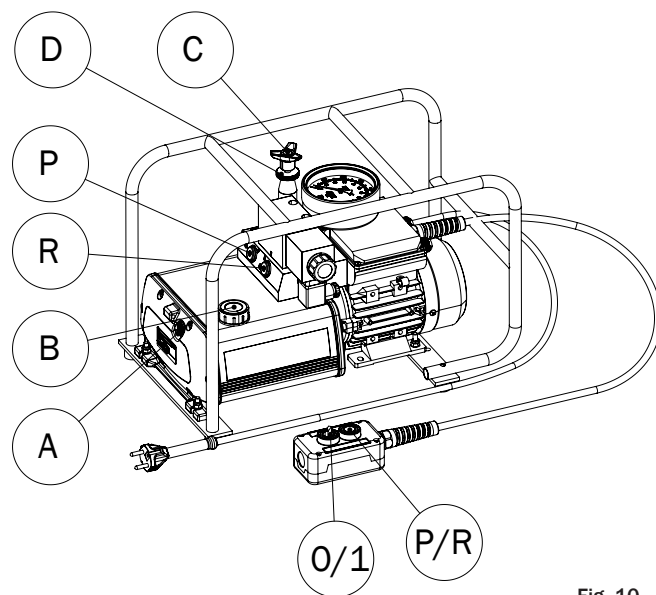

Fig. 10
Pumpens oljepåfyllningsplugg har inbyggd luftventilering för att motverka över- och undertryck i oljetanken (fig. 10 pos. B)
Siktglas för enkel kontroll av max. oljenivå (fig. 10 pos. A)
Anslut hydraulslangar med G 1/4" koppling i pumpens bägge tryckutgångar (fig. 10, pos. P och R) eller använd REHOBOT snabbkopplingar.
- Skruva bort oljepåfyllningspluggen (Fig. 10 pos.B).
- Fyll oljebehållaren genom påfyllningshålet tills oljenivån når mitten av siktglaset (fig. 10 pos. A).
För att påbörja arbetscykel, vrid fjärrkontrollens switch till läge 1 (fig. 10, pos O/1). OBS! På grund av att fjärrkontrollens inbyggda PLC behöver en kort tid för att starta upp, så tar det ca 4 sekunder innan pumpning kan påbörjas efter att switchen är vriden till position 1.
Tryck in fjärrkontrollens tryckknapp (fig. 10, pos P/R) för att aktivera verktyget i positiv riktning. Släpp tryckknappen, och pumpen byter automatiskt riktning på oljeflödet och verktygets kolv återgår till startläget. Om tryckknappen ej trycks in igen så kommer en inbyggd timer stänga av elmotorn efter 10 sekunder.
Reglering av trycket sker genom att vrida inställningsskruven (fig. 10, pos C).
OBS! Innan tryckinställningen påbörjas, lossa låsringen (fig. 10, pos. D) genom att skruva den motsols tills det finns tillräckligt avstånd mellan låsringen och reglerventilens hus.